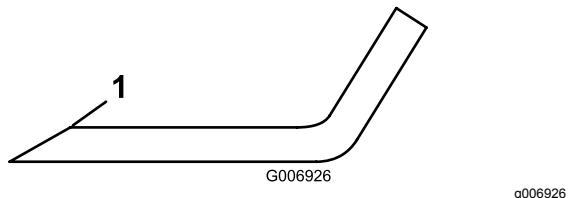

Figura 66
5. Inspecione as extremidades de corte de todas as lâminas. Afie as extremidades de corte se estas apresentarem sinais de desgaste ou ranhuras. Afie apenas a zona superior da parte cortante e mantenha o ângulo de corte original para garantir que está afiada (Figura 66).
6. Se apresentar sinais de desgaste ou ranhuras, afie apenas a zona superior da parte cortante enquanto mantém o ângulo de corte original (Figura 66).